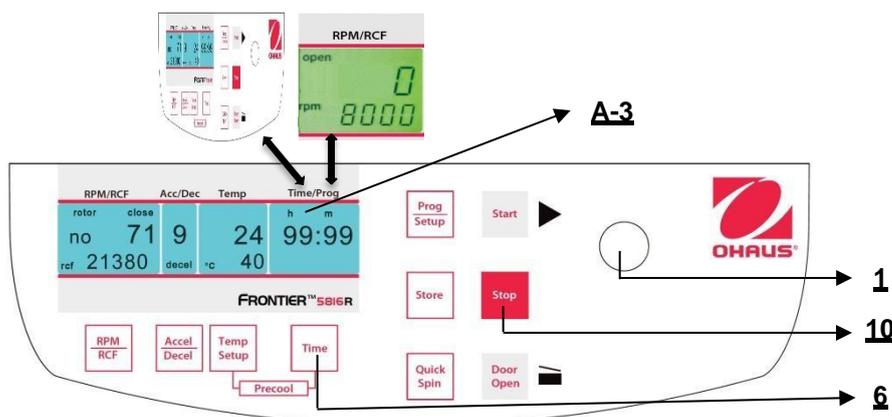

Abbildung 20
Um den gewünschten Wert einzustellen, benutzen Sie den Anpassknopf (1). Nachdem 59 min 50 sec überschritten werden, wechselt die Anzeige automatisch auf **"h : m"**. Nachdem 99 hours 59 min überschritten werden, erscheint das Wort **"cont"** in der Anzeige **"Time/Prog"** (A-3). Dieser dauerhafte Betrieb kann nur durch Drücken der Taste **"Stop"** (10) unterbrochen werden. Der Countdown beginnt so bald die eingestellte Geschwindigkeit erreicht ist. Die Anzeige zeigt immer die verbliebene Zeit. (Siehe Abbildung 20)
Wenn die Proben temperaturempfindlich sind, ist es sinnvoll, die Zentrifuge, den Rotor und möglicherweise die Behälter auf die gewünschte Arbeitstemperatur vorzukühlen. Fügen Sie daher den gewünschten Rotor ein und stellen Sie die entsprechende Temperatur vorab ein. Durch gleichzeitiges Drücken der Tasten "**Temp/Setup**" (13) (siehe Abbildung 20) und "**Time**" (6) starten Sie den Durchlauf. Während des Betriebs wählt die Einheit automatisch eine Rotationsgeschwindigkeit, die 20% der zulässigen Rotationsgeschwindigkeit des entsprechenden Rotors entspricht. Nachdem die Vorstarttemperatur erreicht ist, können Sie den Vorkühldurchlauf mit der "**Stop**"-Taste (10) verlassen.